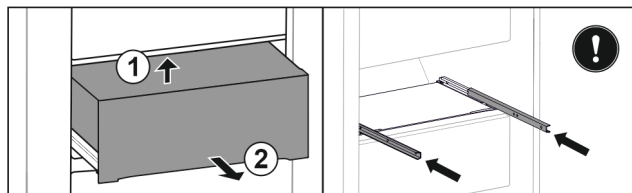

Fig. 111
- ▶ 从后下方抬起抽屉。 Fig. 111 (1)
- ▶ 朝前取出抽屉。 Fig. 111 (2)